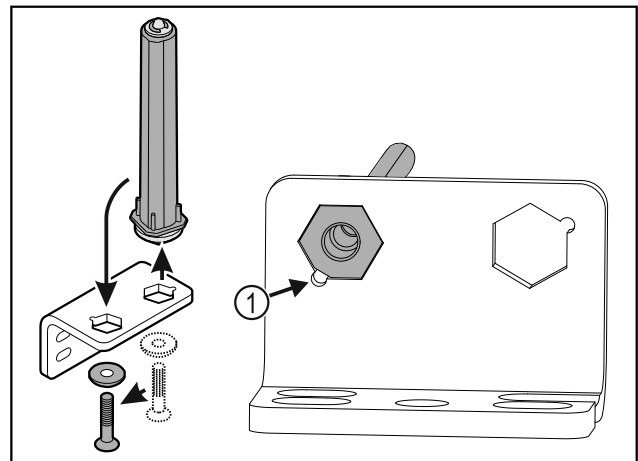

Fig. 34
- Dbejte, aby při vsazování ukazovalo zešíkmení čepu Fig. 34 (1) ke kulatému otvoru.